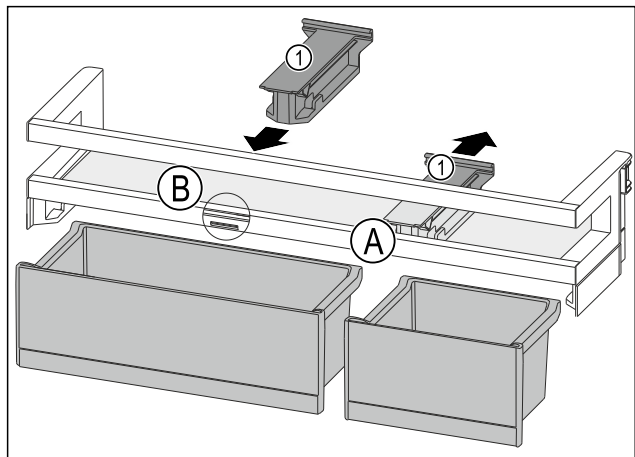

Fig. 112
- ▶ Držák Fig. 112 (1) v poloze Fig. 112 (A) stáhněte dozadu.
- ▶ Držák Fig. 112 (1) vložte v poloze Fig. 112 (B).